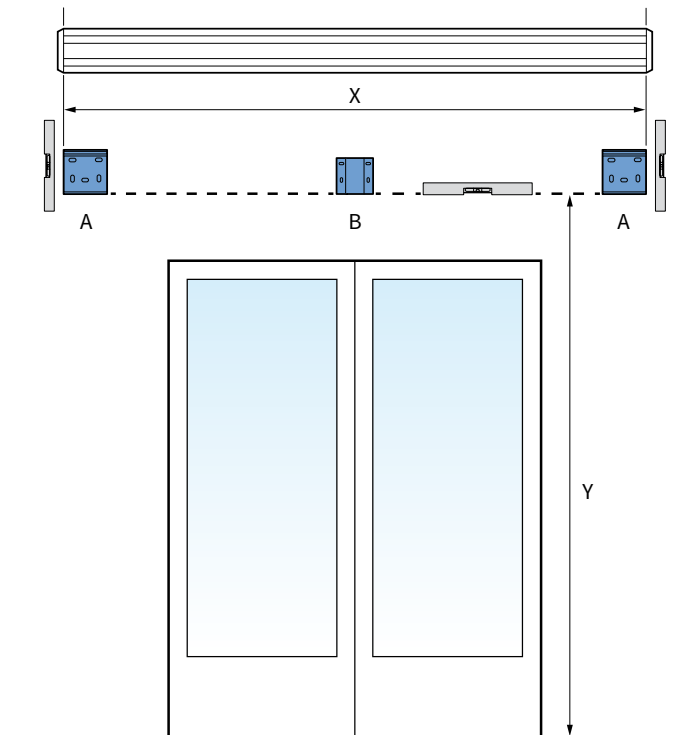

Abb. 1.1 Anordnung der Wandhalterungen
Markieren Sie die Bohrlöcher für die Wandhalter (A) und eventuell die Mittelstütze (B) auf der Wand. Diese müssen, sowohl horizontal als auch vertikal, wasserwaagengenau entsprechend den Maßen X und Y in Abbildung 1.1 ausgerichtet werden.